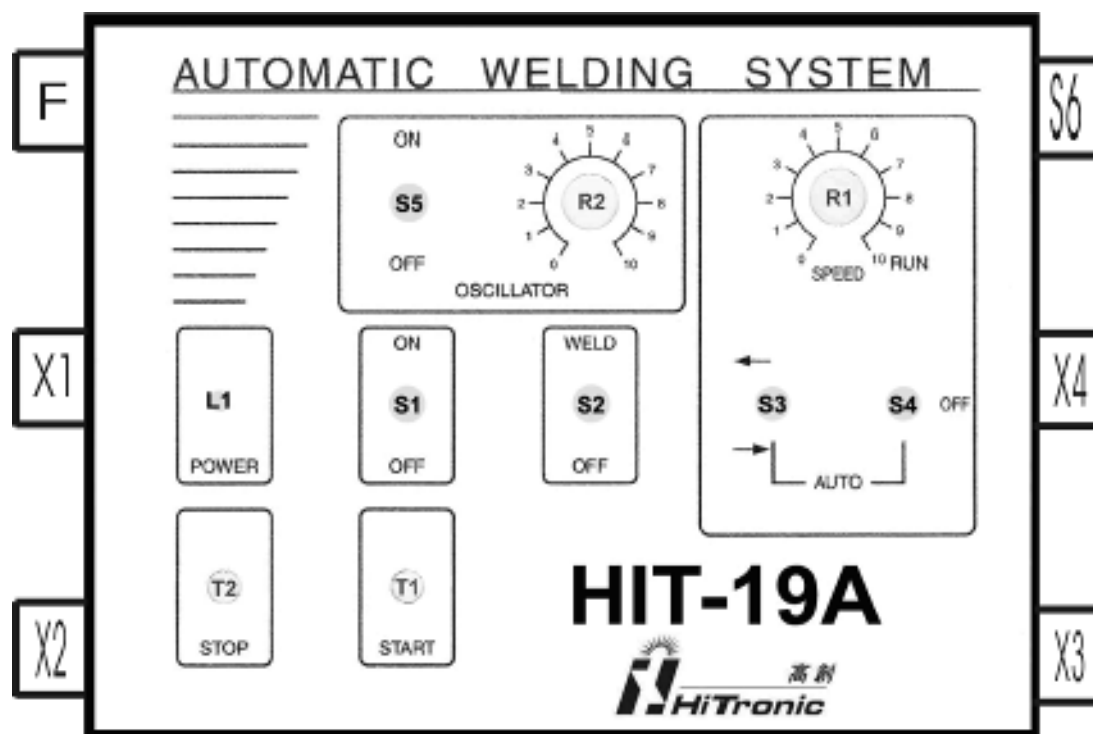

Рисунок 3: Панель управления блока управления HIT-19A
- 1) Включите выключатель питания S1 на блоке управления HIT-19A (см. рисунок 3).